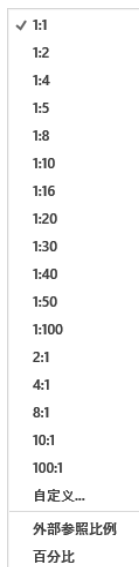
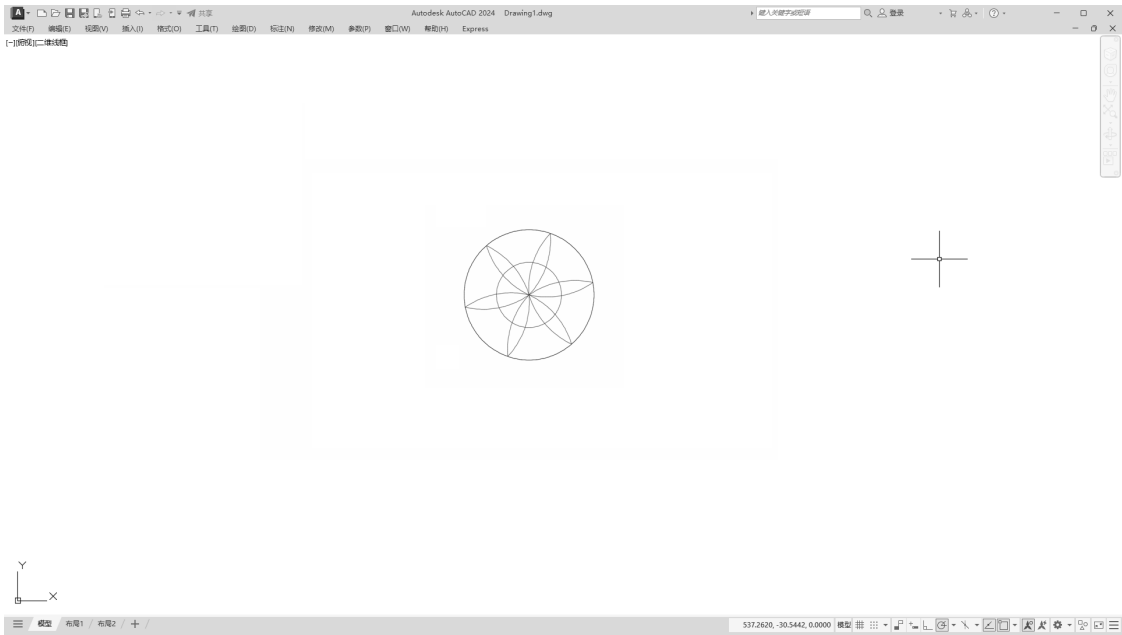

图 1-4 注释比例列表
图 1-5 全屏显示
(11) 二维对象捕捉：使用二维对象捕捉设置（也称为对象捕捉），可以在对象上的精确位置指定捕捉点。选择多个选项后，将应用选定的捕捉模式，以返回距离靶框中心最近的点。按 Tab 键以在这些选项之间循环。
(12) 线宽：分别显示对象所在图层中设置的不同宽度，而不是统一线宽。
(13) 透明度：使用该命令可调整绘图对象显示的明暗程度。
(14) 选择循环：当一个对象与其他对象彼此接近或重叠时，准确地选择某一个对象是很困难的。使用“选择循环”命令，单击鼠标左键，打开“选择集”列表框，里面列出了鼠标周围的图形，然后在列表中选择所需的对象。
(15) 三维对象捕捉：三维中的对象捕捉与在二维中工作的方式类似，不同之处是在三维中可以投影对象捕捉。
(16) 动态 UCS：在创建对象时使 UCS 的 XY 平面自动与实体模型上的平面对齐。
(17) 选择过滤：根据对象特性或对象类型对选择集进行过滤。当单击图标后，只选择满足指定条件的对象，其他对象将被排除在选择集之外。
(18) 小控件：帮助用户沿三维轴或平面移动、旋转或缩放一组对象。
(19) 注释可见性：当图标亮显时，表示显示所有比例的注释性对象；当图标变暗时，表示仅显示当前比例的注释性对象。
(20) 自动缩放：注释比例更改时，自动将比例添加到注释对象。
(21) 注释比例：单击注释比例右下角小三角符号，打开注释比例列表，如图 1-4 所示，可以根据需要选择适当的注释比例。
(22) 切换工作空间：进行工作空间转换。
(23) 注释监视器：打开仅用于所有事件或模型文档事件的注释监视器。
(24) 单位：指定线性和角度单位的格式和小数位。
(25) 快捷特性：控制快捷特性面板的使用与禁用。
(26) 锁定用户界面：单击该按钮，将锁定工具栏、面板和可固定窗口的位置和大小。
(27) 隔离对象：当选择隔离对象时，在当前视图中显示选定对象，所有其他对象都暂时隐藏；当选择隐藏对象时，在当前视图中暂时隐藏选定对象，所有其他对象都可见。
(28) 硬件加速：设定图形卡的驱动程序以及设置硬件加速的选项。
(29) 全屏显示：该选项可以清除 Windows 窗口中的标题栏、功能区和选项板等界面元素，使 AutoCAD 的绘图窗口全屏显示，如图 1-5 所示。
(30) 自定义：状态栏可以提供重要信息，而无须中断工作流。使用 MODEMACRO 系统变量可将应用程序所能识别的大多数数据显示在状态栏中。使用该系统变量的计算、判断和编辑功能，可以完全按照用户的要求构造状态栏。